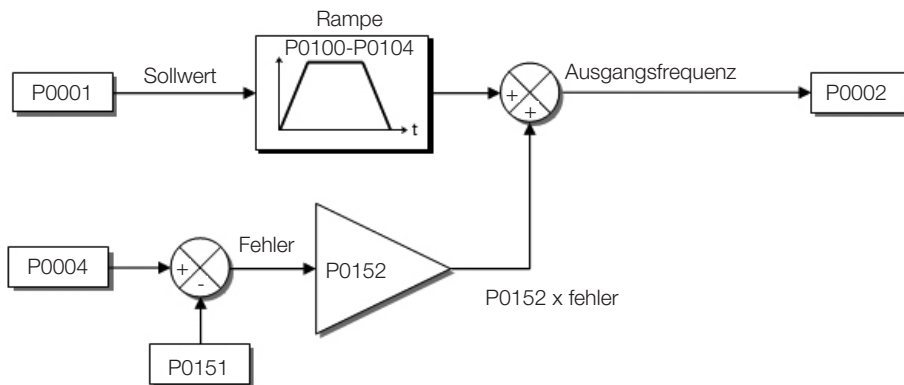
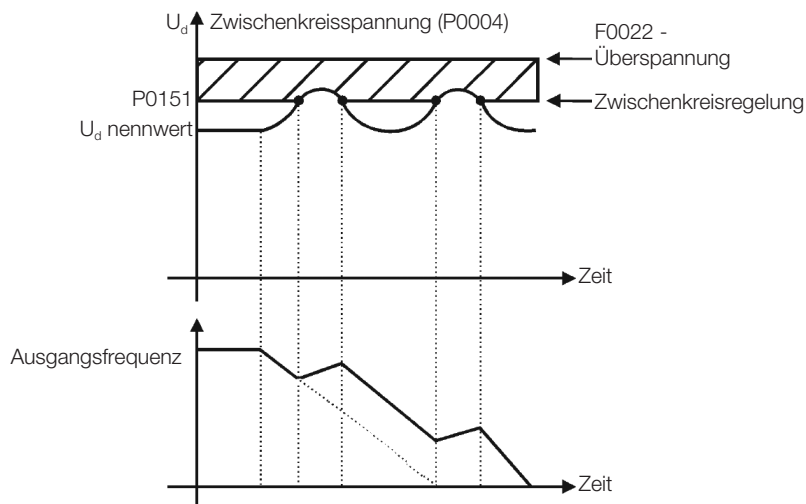

Abbildung 11.4: Blockdiagramm der Zwischenkreisspannungsbegrenzung – Beschleunigungsrampe
Abbildung 11.5: Beispielgrafik der Begrenzung der Zwischenkreisspannung - Rampe beschleunigen
- Die Zwischenkreisspannung wird gemessen (P0004) und mit dem in P0151 festgelegten Wert verglichen; der Unterschied zwischen diesen Signalen (Fehler) wird mit der Proportionalverstärkung multipliziert (P0152); das Ergebnis wird anschließend am Rampenausgang hinzugefügt, vgl. Abbildung 11.4 auf Seite 11-6 und Abbildung 11.5 auf Seite 11-6.